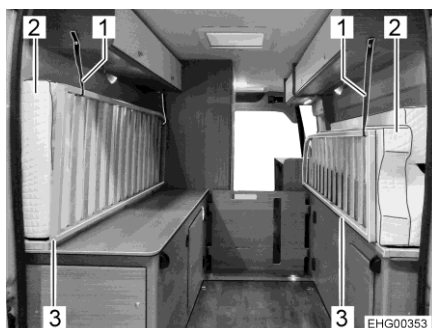

Fig. 39 Materassi e reti dei letti (posizione di trasporto)
- Ribaltare i materassi (con tavola centrale e puntone diagonale) verso il lato destro e il lato sinistro, vedi Fig. 39.
- Ripiegare in alto le due reti dei letti (Fig. 39,3).
- Fissare sui due lati i materassi (Fig. 39,2) e la rete del letto con la cintura di ritegno (Fig. 39,1).